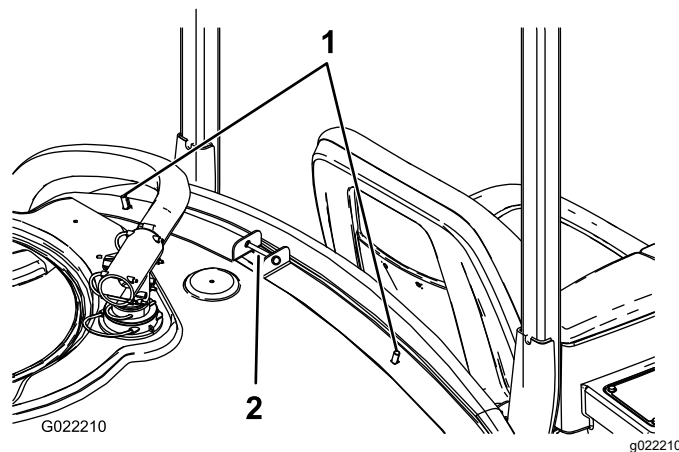

Figura 1
2. Instale 2 pernos de cuello cuadrado en los taladros interiores superiores de los flejes delanteros del depósito (Figura 1).